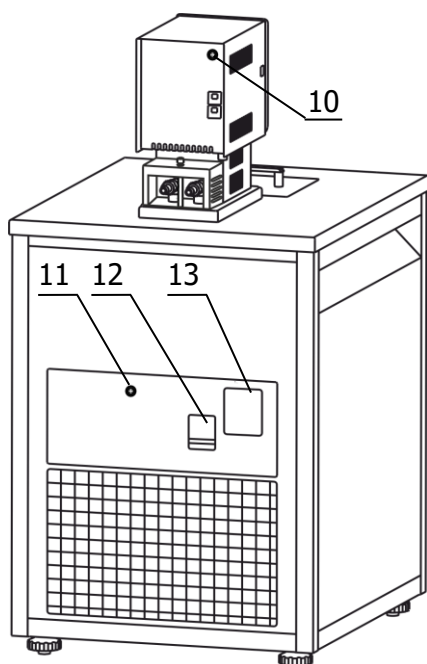

Рисунок 4 — Задняя панель термостата
2.2.7 Вставить вилку сетевого кабеля блока регулирования в розетку 13 (рисунок 4). Соединить кабелем из комплекта поставки блок регулирования (разъем 10) и холодильную машину (разъем 11). Сетевой кабель термостата подключить к питающей сети. Для этого в лабораторном помещении должна быть установлена электрическая розетка из комплекта поставки термостата.
2.2.8 Автоматический выключатель 12 (рисунок 4) перевести в положение «включено».